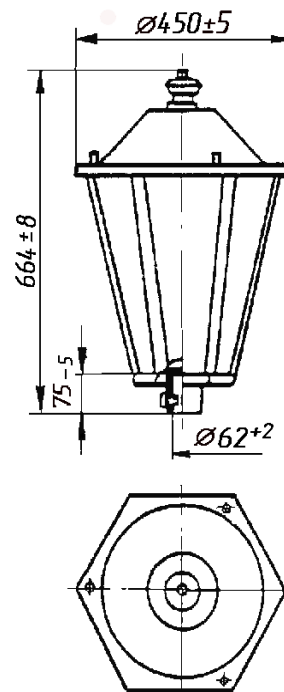

Рисунок 1
2.1 Светильники серии ЖТУ/РТУ/ГТУ/НТУ08...001 (рисунок 1) предназначены для функционально-декоративного освещения: освещение подъездов скверов, парков, бульваров, зон отдыха, территорий микрорайонов, коттеджных посёлков.